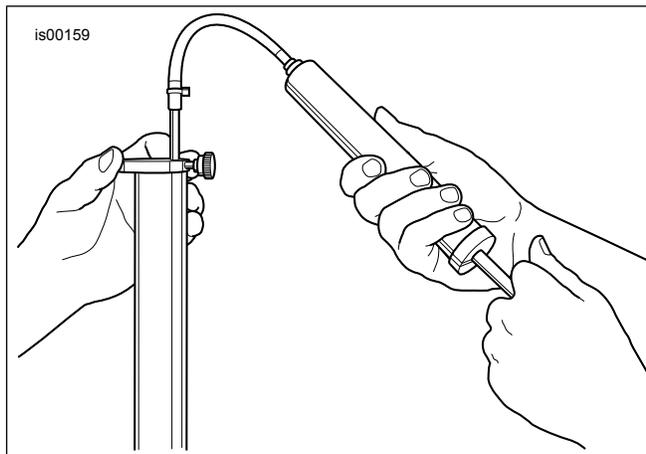

Figure 8. Enlever l'excès d'huile de fourche (HD-59000B)
- a. Figure 8 Obtenir la jauge de niveau d'huile de la fourche avant (HD-59000B).